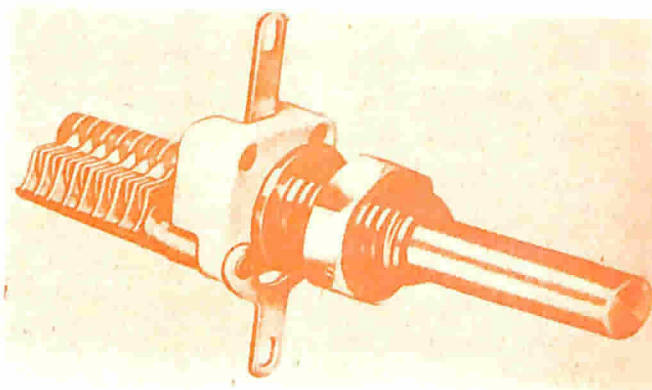
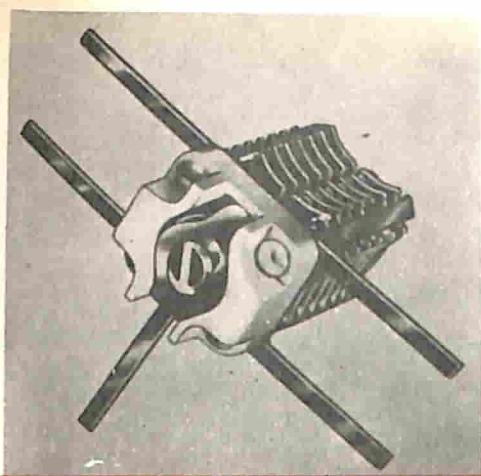

Fig. 2 - Condensatore compensatore isolato in aria, tipo C.1604, per montaggio su pannello.
Fig. 3 - Condensatore compensatore differenziale, della Jackson Brothers.
Ad eccezione di R2 e L1, che devono essere montati sul telaio per mezzo di bulloni, tutti gli altri componenti possono essere collegati da punto a punto o montati su un piccolo telaietto di materiale isolante perforato. L1 si costruisce avvolgendo ventun spire affiancate (circa 2,3 m) di filo isolato del diametro di 1,5 mm in due strati (uno di undici spire e l'altro di dieci spire) su un supporto di legno, come si vede nella fig. 3.
Avv. Fig. 3 - 1770 - 20 - 100 - 10 - 100 - 10
Fig. 3 - Particolari costruttivi della bobina di filtro L1, per la quale si devono avvolgere 21 spire affiancate di filo isolato da 1,5 mm in due strati. Il bullone serve a fissare la bobina al telaio.
**Stazione navale per comunicazioni spaziali** - Una stazione terminale inglese per comunicazioni via satelliti, che impiega un disco parabolico di 180 cm di diametro (fig. 3), è stata installata a bordo dell'unità HMS Wakeful, una fregata da 2.200 t, usata dall'Ammiragliato inglese nei pressi di Portsmouth, nel quadro di un programma di ricerche internazionali.
Fig. 3 - Questo disco parabolico, di 180 cm di diametro, è installato a bordo di una nave britannica utilizzata come stazione terminale per comunicazioni via satelliti.
11,5 pF o 20 pF. Sono state inoltre introdotte recentemente due nuove versioni: il tipo C. 1604 per montaggio su pannello (*fig. 2*), regolabile mediante perno e manopola, ottenibile con cinque valori di capacità, ed un condensatore differenziale miniatura con due serie di alette fisse ed una serie di alette mobili (*fig. 3*), ottenibile con quattro valori di capacità.